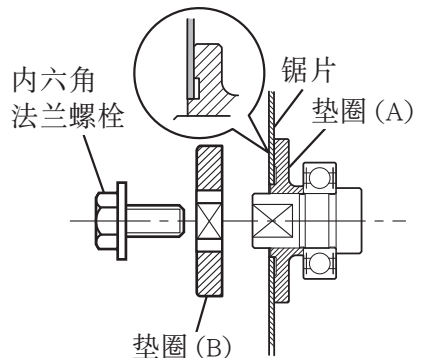

图 14
2. 安装锯片（图 14）
(1) 将主轴、螺栓以及垫圈周围堆积的切屑完全清除干净。
(2) 安装锯片时，垫圈(A)和(B)的凹入侧必须和锯片侧一致。将锯片安装到主轴上，最后固定垫圈(B)（参见图 14）